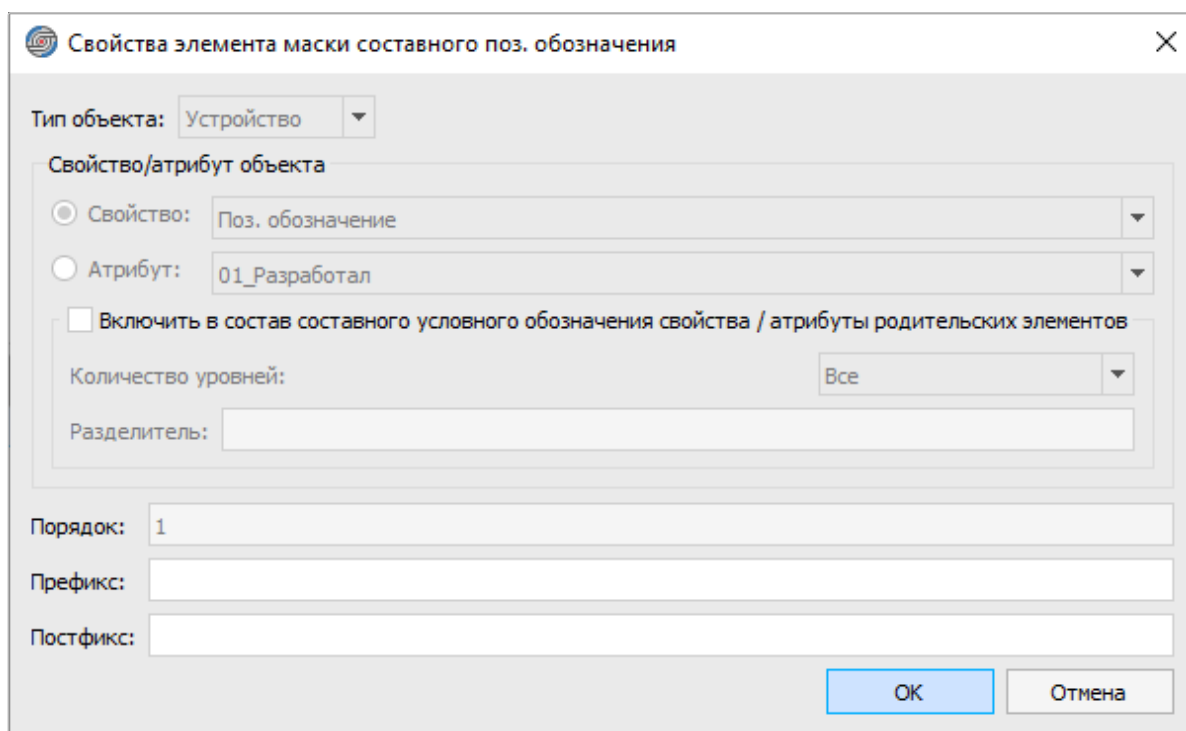

Рисунок 114. Окно «Свойства элемента маски составного поз. обозначения»
- 3) В открывшемся диалоговом окне «Свойства элемента маски составного поз. обозначения» (см. рисунок 114) произвести изменения настроек (описания полей и настроек приведены в подразделе раздел 5.4.4.1).